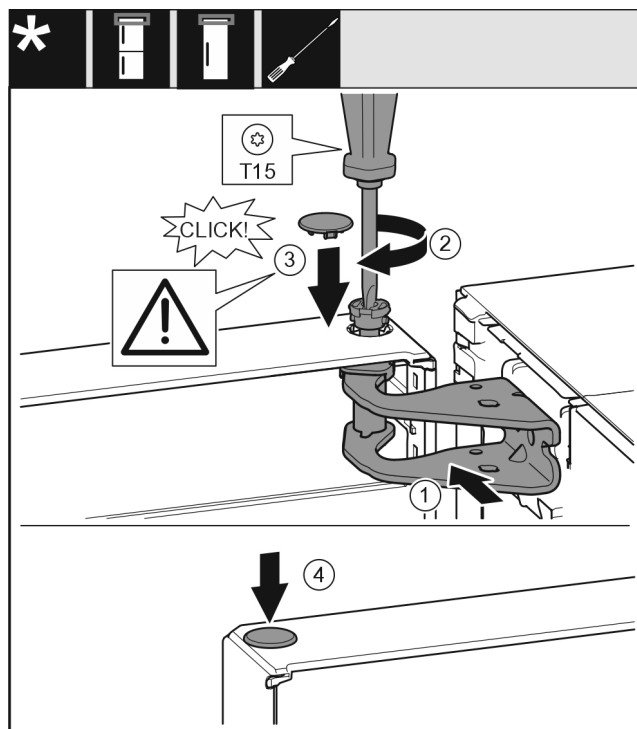

Fig. 22
- ▶ Alinee la parte superior de la puerta respecto a la abertura en el soporte de cojinete. Fig. 22 (1)
- ▶ Introduzca el perno y atorníllelo con el destornillador T15. Fig. 22 (2)
- ▶ Montar la cubierta del seguro para asegurar la puerta: introduzca la cubierta del seguro y compruebe si descansa sobre la puerta. De lo contrario, introduzca por completo el perno. Fig. 22 (3)
- ▶ Coloque el tapón. Fig. 22 (4)